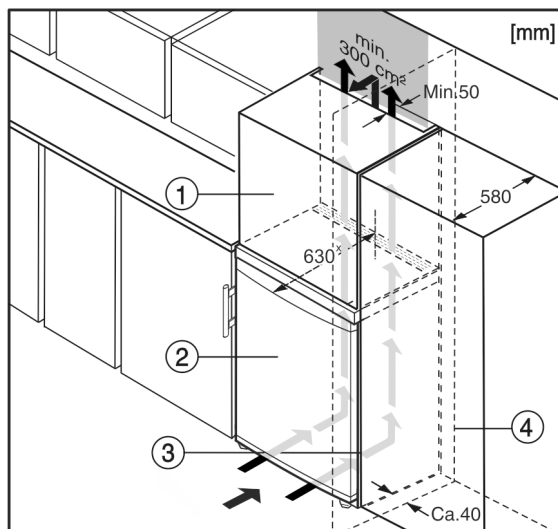

Fig. 5
- (1) Nástavná skříňka
- (2) Přístroj
- (3) Kuchyňská skříň
- (4) Stěna
Přístroj lze zabudovat do kuchyňských skříní. K vyrovnání přístroje *Fig. 5 (2)* na výšku kuchyňské linky lze na přístroj nasadit nástavec *Fig. 5 (1)*.
Při montáži do kuchyňských skříní (hloubka max. 580 mm) lze přístroj instalovat hned vedle kuchyňské skříně *Fig. 5 (3)*. Přístroj přesahuje přední stěnu kuchyňské skříně na stranách o 34 mm * a uprostřed o 50 mm *.
Když se přístroj instaluje závěsy vedle stěny *Fig. 5 (4)*, musí být vzdálenost přístroje od stěny alespoň 40 mm. To odpovídá přesahu madla při otevřených dveřích.